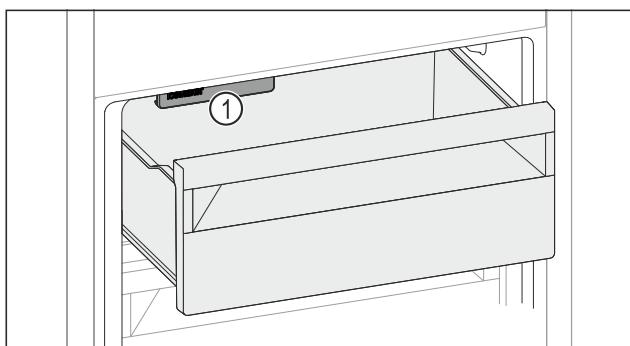

Fig. 182
► Учитывайте IceMaker Fig. 182 (1).